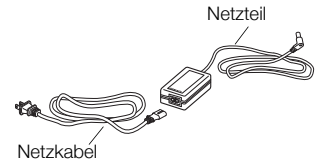

Abbildung 3
- 1 Stecken Sie das Netzkabel in den Netzadapter. Siehe Abbildung 3.